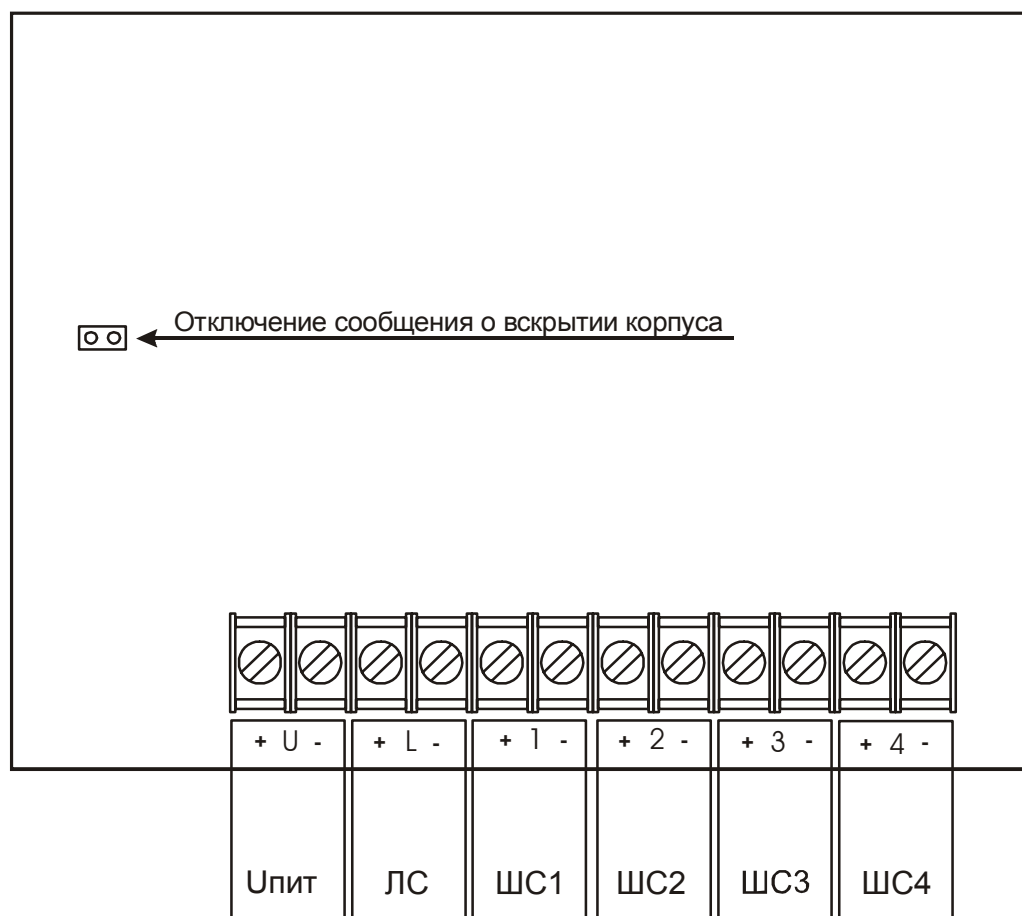

Рис. 5 Внешний вид платы СКШС
5.1. Подключение СКШС к линиям связи с БЦП, источнику питания и ШС осуществляется через клеммную колодку, установленную на плате Рис. 5
5.3. Подключение СКШС к линии связи с БЦП осуществляется через клеммную колодку, установленную на плате Рис. 5 (клеммы ЛС).
5.4 Подключение СКШС к источнику питания осуществляется через клеммную колодку, установленную на плате Рис. 5 (клеммы Упит). Не допускается нарушения полярности подключения.